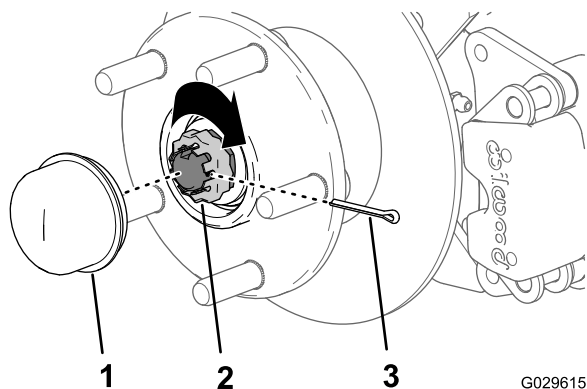

Рисунок 33
8. Установите держатель поверх гайки и проверьте совмещение паза в держателе с отверстием в шпинделе под шплинт (Рисунок 33).
9. Установите шплинт и загните обе лапки вокруг держателя (Рисунок 33).
10. Установите пылезащитную крышку на ступицу (Рисунок 33).